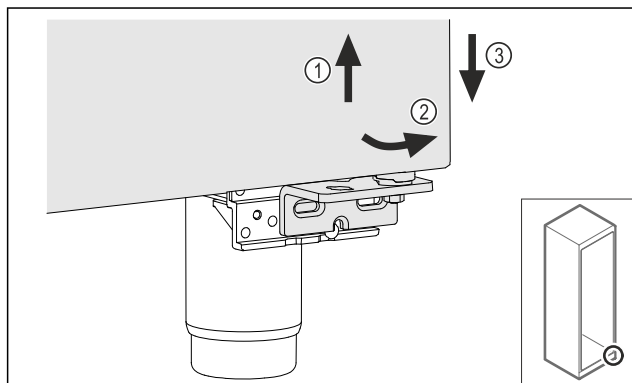

Fig. 19
- Tõstke ust veidi üles Fig. 19 (1), kallutage all ettepoole Fig. 19 (2) ja langetage Fig. 19 (3).